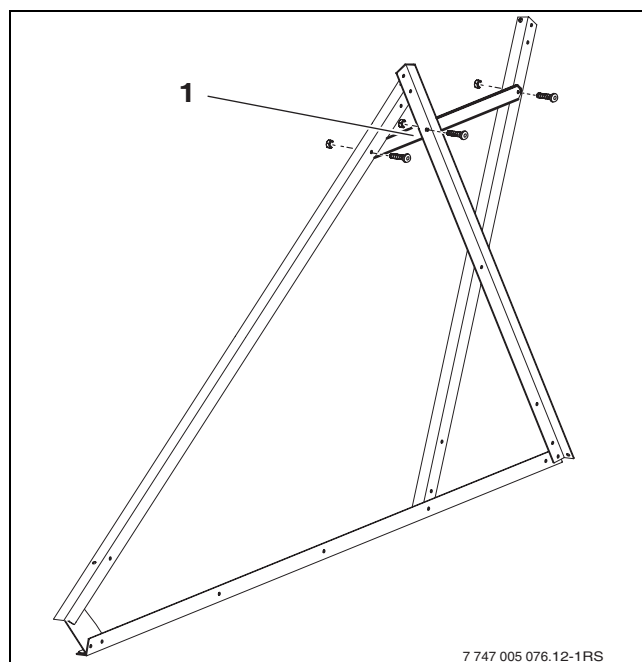

Fig. 12 Monter la baguette transversale
- Visser la barre transversale (fig. 12, [1]) avec les deux rails de support-ballon et le rail de support-capteur.